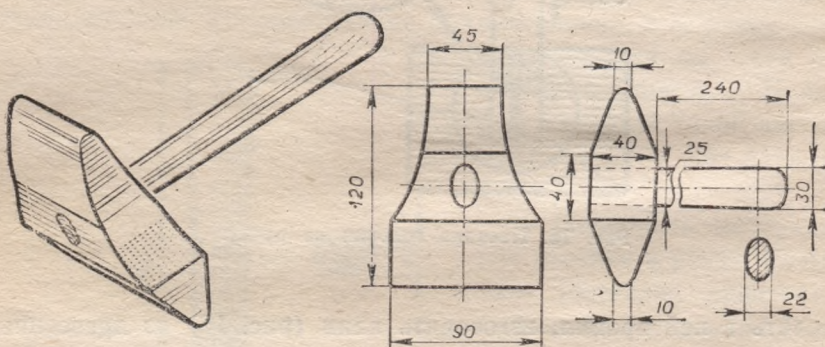

Рис. 18. Притирочный молоток.
Форма головки *притирочного молотка* показана на рис. 18.
3. Составьте план работы на изготовление притирочного молотка (см. рис. 18—20).